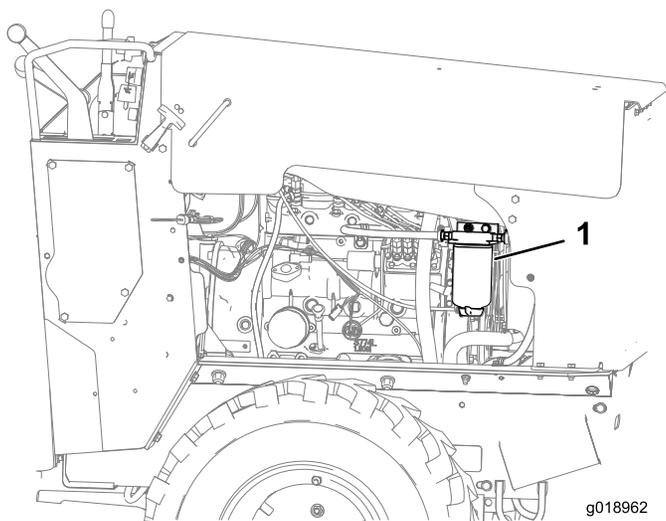

Figura 27
1. Localice el filtro de combustible en el lado derecho del motor (Figura 27), y coloque debajo un recipiente limpio.